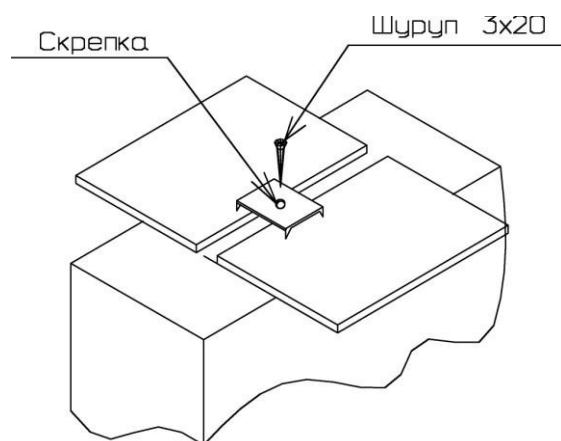
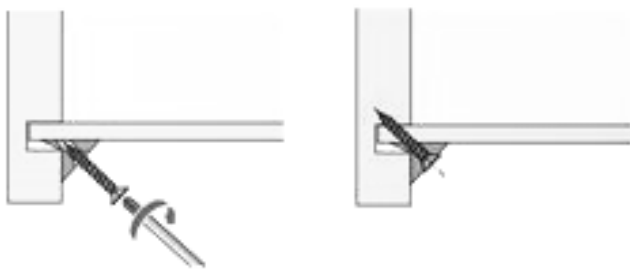

Рис. 2
Рис. 3
Установить задние стенки так, чтобы они вошли в паз боковой стенки левой (84) и нижнего щита (см. рис. 3).
3. Собранный корпус проверить на прямоугольность, сравнивая диагонали (их длины должны быть равны). Закрепить задние стенки в месте стыка с помощью шурупов 3х20мм и скрепок (рис.2 и рис.3). Установить мебельные уголки, закрепив их комплектными шурупами (рис.3).